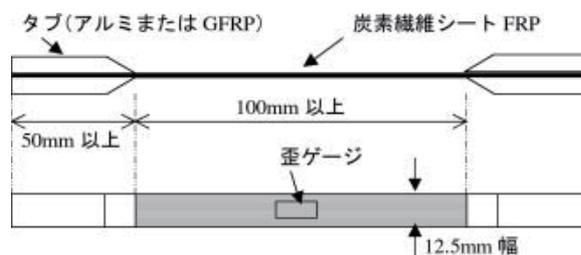

図1 試験片の例
- ・形状・寸法：幅 12.5 mm × 長さ 200 mm 以上（図1）